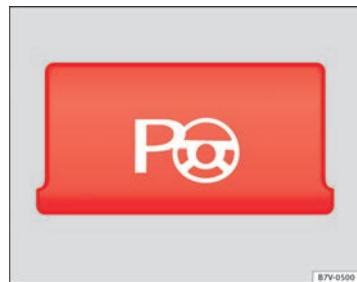

Fig. 145 Detalle de la consola central: tecla para conectar manualmente el sistema de asistencia al volante para aparcar.
- **En aparcamientos paralelos a la calzada:** pulse la tecla a una velocidad de hasta 50 km/h **una vez**. Cuando la función está activa, se enciende el testigo de la tecla ⇒ fig. 145.
- **En aparcamientos perpendiculares a la calzada:** pulse la tecla a una velocidad de hasta 50 km/h **dos veces**. Cuando la función está activa, se enciende el testigo de la tecla ⇒ fig. 145.
- Pulse la tecla . Cuando la función está activa, se enciende el testigo de la tecla → fig. 145.